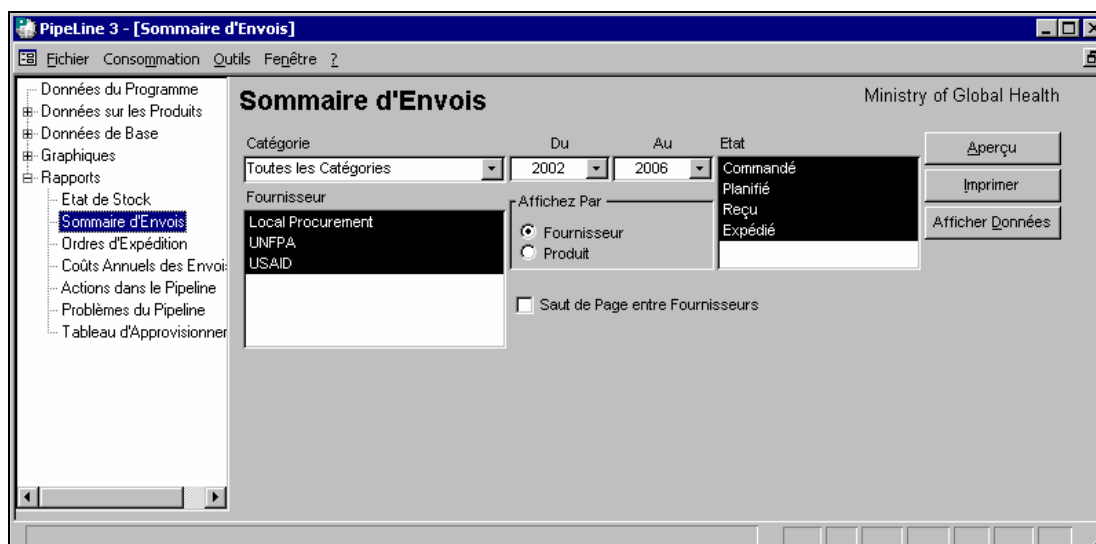

Figure 7-5 — Ecran du Sommaire d'Envois
1. Cliquez sur l'option Arborescence du Sommaire d'Envois pour afficher l'écran du rapport du Sommaire d'Envois (voir Figure 7-5).